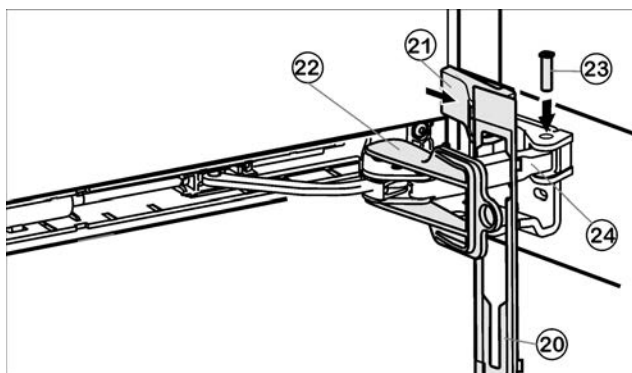

Fig. 14
- ▶ Навесьте накладку *Fig. 14 (20)* на амортизационную скобу таким образом, чтобы передние защелки показывали вперёд, а передняя сторона была направлена к устройству.
- ▶ Притяните амортизационную скобу *Fig. 14 (24)* к опорной детали и сверху вставьте палец *Fig. 14 (23)* таким образом, чтобы квадратная головка сидела в углублении.
- ▶ Установите и защелкните крышку *Fig. 14 (21)*.
- ▶ Выкрутите фиксатор *Fig. 14 (22)*.
- ▶ Защелкните накладку *Fig. 14 (20)* на дверце.